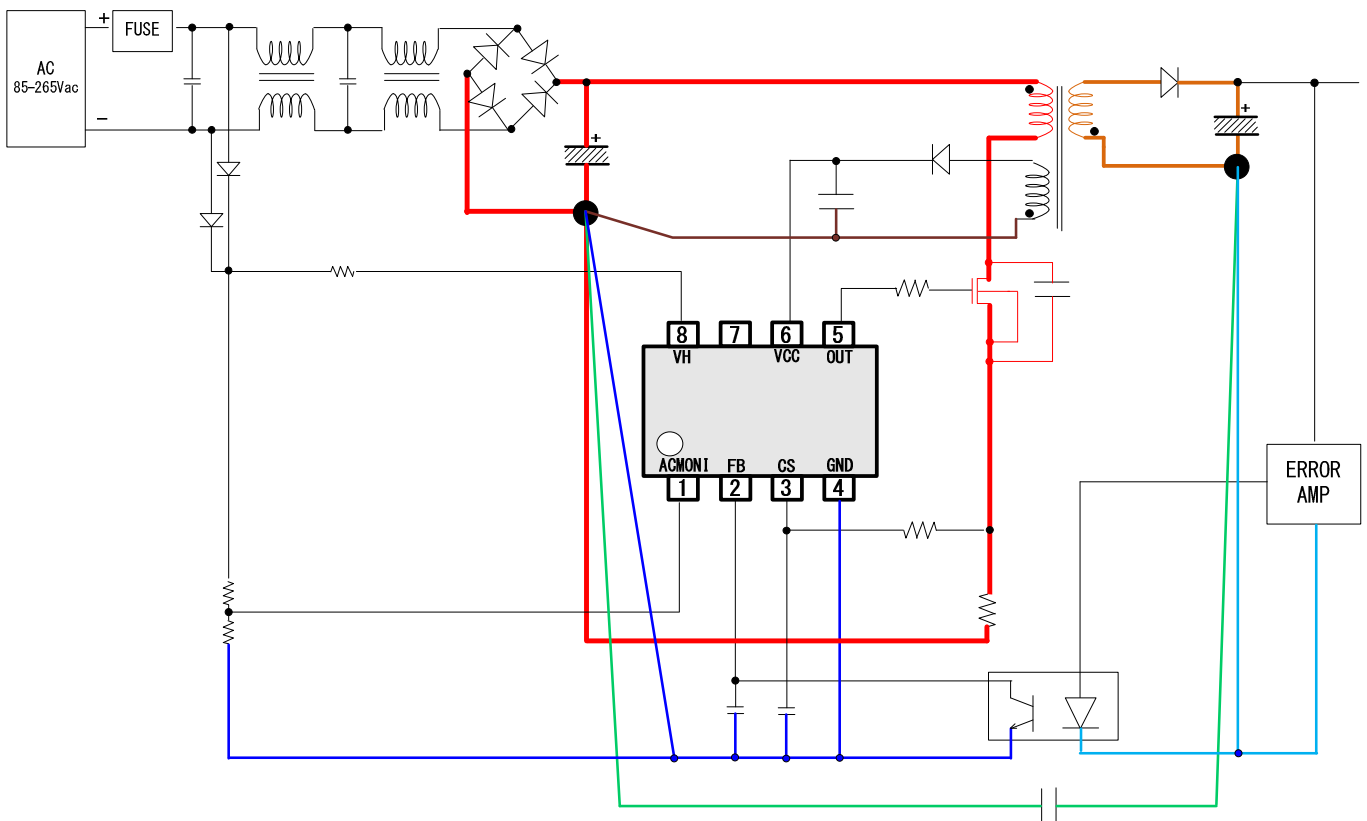

Figure 29. 基板レイアウトパターン
- ① Figure 29 で示す赤ラインは大電流経路であり、リングングや損失の発生要因となるため、できるだけ太く短く、レイアウトしてください。
- ② Figure 29 の二次側の橙色ラインも赤ライン同様に太く短く、小さいループでレイアウトしてください。
- ③ 赤ライン、茶色ライン、青ライン、緑ラインの GND は一点接地してください。
- ④ 緑ラインはサージを二次側のサージを一次側に逃がす経路となり、瞬間的に大きな電流が流れるため、赤ラインや青ラインと独立して配線レイアウトしてください。
- ⑤ 青ラインは IC 制御用の GND ラインです。大きな電流は流れませんが、ノイズの影響を受けやすくなるため、赤ラインや緑ライン、茶色ラインと独立して配線レイアウトしてください。
- ⑥ 茶色ラインは VCC 端子に流れる電流経路です。スイッチング時に電流が流れるため、この経路も独立してレイアウトしてください。
- ⑦ トランスの直下は磁束の影響を受けるため、IC 制御ラインを引かないで下さい。